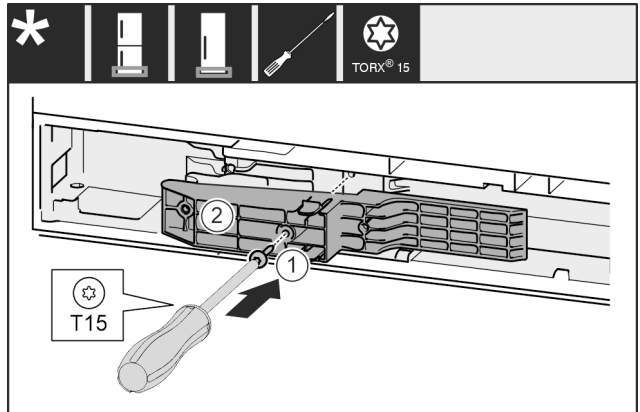

Fig. 61 *
- Adapterstück Fig. 61 (1) auf der Griffseite in die Aussparung einsetzen.*
- Schraube Fig. 61 (2) mit Schraubendreher festschrauben.*